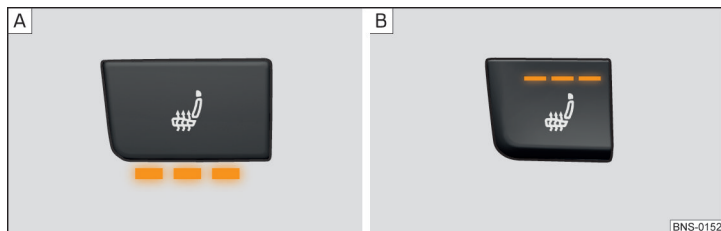

Fig. 104 Încălzirea scaunelor este pornită la putere maximă: Scaunele din față/din spate
► Pentru **activarea** încălzirii la putere maximă, » **fig. 104** apăsați butonul resp .